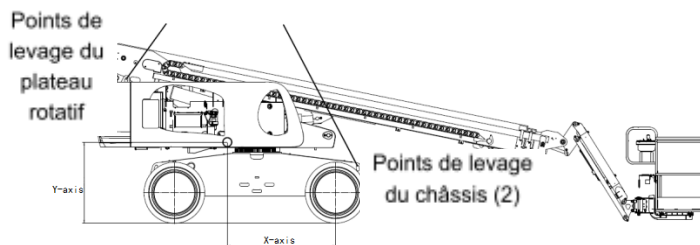

Figure 10-5 Schéma de principe pour fixer la machine pendant le levage
- 4) Fixez le plateau rotatif à l'aide de son verrou. Vérifiez le centre de gravité de la machine à l'aide des données de la Figure 10-5.